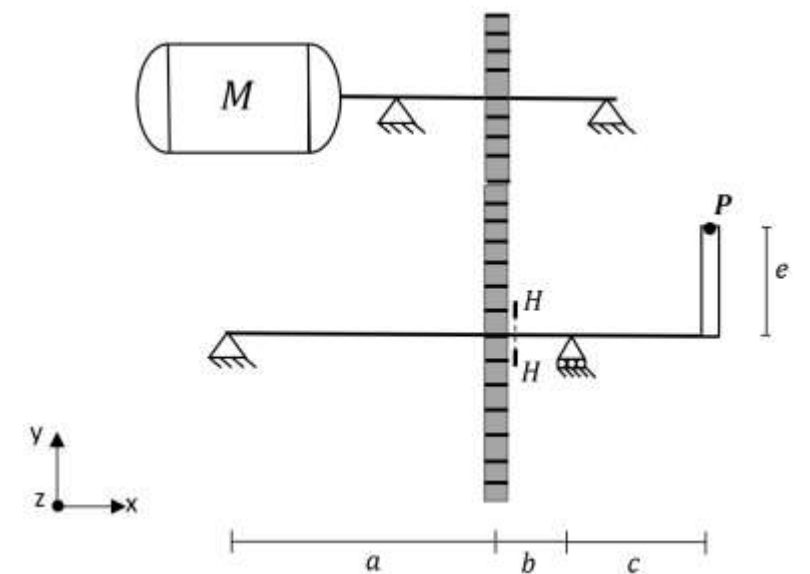

Figura 1. Schema della trasmissione di potenza di un miscelatore
In figura 1 è rappresentato lo schema della trasmissione di potenza di un miscelatore. La potenza in ingresso è fornita da un motore (M) che, tramite una coppia di ruote dentate cilindriche a denti dritti, pone in rotazione l'albero utilizzatore. Tale ingranaggio permette di incrementare il valore di coppia sull'albero dell'utilizzatore. L'utilizzatore è composto da un albero a sezione circolare alla cui estremità è fissata una paletta immersa in un fluido. La paletta scambia con il fluido la forza **P** (uscente dal foglio in Figura 1). La forza **P** rimane costante e ruota solidalmente alla paletta.